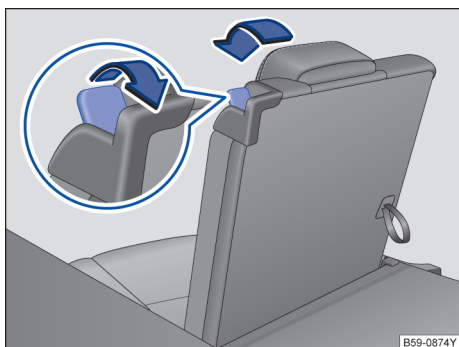

图 80 第三排座椅：将后座椅翻折为载货位置
- 将解锁拨杆→ 图 80 向后拉到底，即可解锁后座椅靠背。